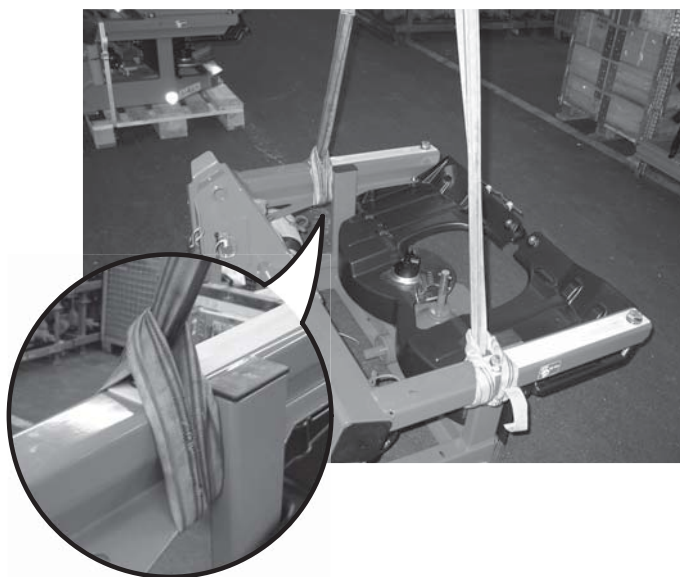

Figura 6.1: Sollevamento del telaio
1. Con un mezzo di sollevamento adatto (ad es. carrello a forca/carrello elevatore) e delle cinghie adatte sollevare il telaio dal pallet (vedere Figura 6.1) e deporlo su una superficie solida e pianeggiante.